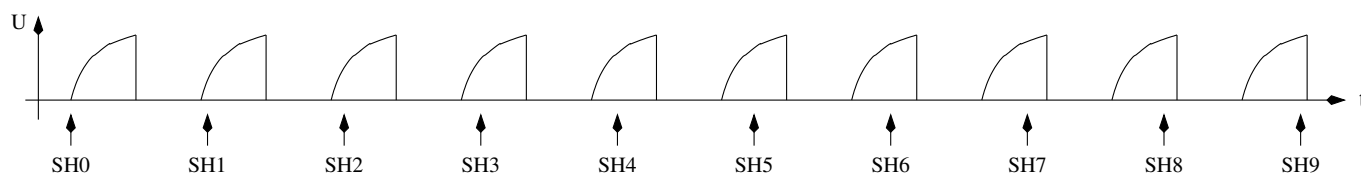

Рис. 5.30. Сканирование сигналов напряжения с помощью метода выборки
Радиолюбитель Пиетер-Тжерк (ПАЗФЩМ) интегрировал возможность измерений очень малых значений ёмкости (< 100 пФ) методом выборки. Период преобразования АЦП на самом деле слишком длительный для непосредственного отбора быстро изменяющегося сигнала. Но напряжение входного сигнала удерживаеца заданное время цикла преобразования, во время (SH) выборки и удержания. АЦП требуеца 13 тактов для полного преобразования, а такты АЦП задаюца путем деления частоты процессора на 128 или 64. Входное напряжение АЦП фиксируеца точно 1,5 такта для непрерывных циклов измерений. Если входной сигнал может быть сгенерирован снова и снова, мы можем сдвинуть время выборки АЦП от предыдущего к следующему повторению сигнала, чтобы получить последовательность выборок быстро изменяющегося сигнала. Обычный цикл АЦП занимает $13 \times 64 = 832$ тактов с тактовой частотой 8 MHz . Если мы повторяем входной сигнал с тактовым импульсом 831, то при непрерывном АЦП (режим свободного запуска), каждый последующий раз напряжение сигнала будет считываться на один такт позже чем предыдущий. Мы должны убедиться, что с помощью этого метода первая выборка сигнала АЦП будет выполняться в указанное время. Время следующих измерений АЦП будет сдвинуто на один тактовый импульс процессора позднее при каждом последующем повторении сигнала. Если сигнал можно точно повторить, то объединенный сигнал многих периодов будет таким же, как дискретизация и преобразование непосредственно с помощью АЦП, работающего с тактовым сигналом процессора 8 MHz . Рисунок 5.30 показывает принцип выборки десятикратно повторяющегося сигнала для получения десяти выборок ($SH0 - SH9$). В действительности относительный временной сдвиг последовательных выборок намного меньше.